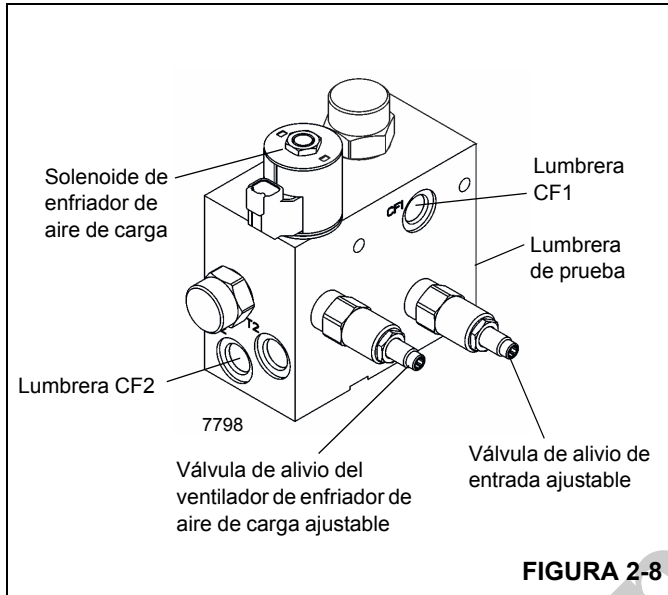

FIGURA 2-8
1. Con el motor apagado, desconecte la manguera en la lumbrera "CF1" en la válvula de suministro de carga de freno/motor del ventilador del enfriador del aire de carga Figura 2-8; tape y tapone todas las aberturas.
1. Instale el conector de desconexión rápida para diagnóstico de presión (Parker PD240) con manómetro en la lumbrera de prueba (Figura 2-8).